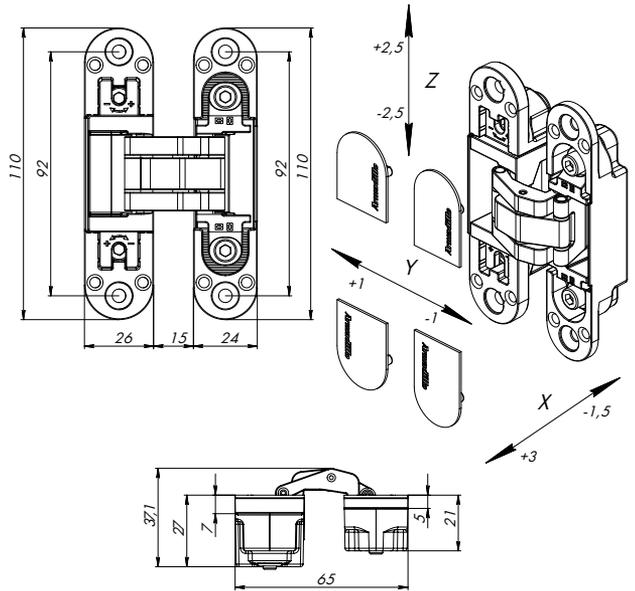

Рис. 1 — Габаритные размеры петель
- Габаритные размеры в открытом положении петли (рис. 1):
- Вертикальная регулировка (Z): $\pm 2,5$ мм
- Горизонтальная регулировка (X): $-1,5$ +3 мм
- Регулировка по глубине (Y): ± 1 мм